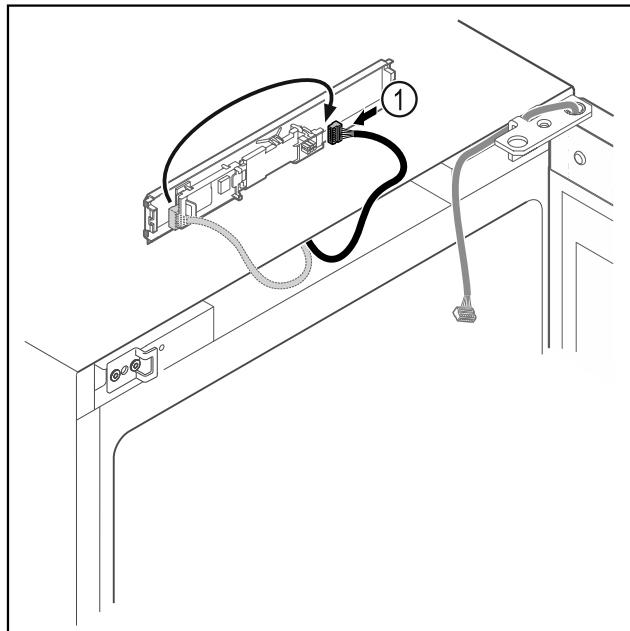

Fig. 19
► Переставити штекер Fig. 19 (1) на плиті.